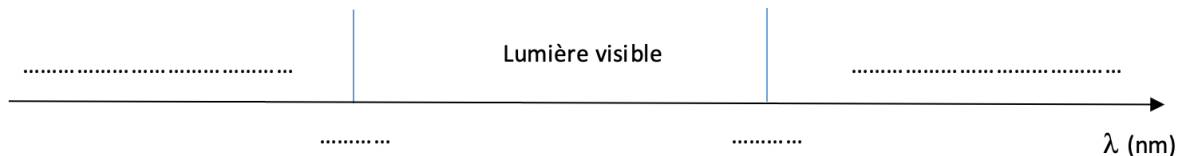

Figure 1 : Extrait du spectre des ondes électromagnétiques
1. Reproduire sur la copie la **figure 1** ci-dessous et la compléter en indiquant les domaines des ondes électromagnétiques à l'extérieur du domaine de la lumière visible, les valeurs limites de longueurs d'onde des radiations du domaine du visible ainsi que les couleurs correspondant à ces limites dans le domaine de la lumière visible.